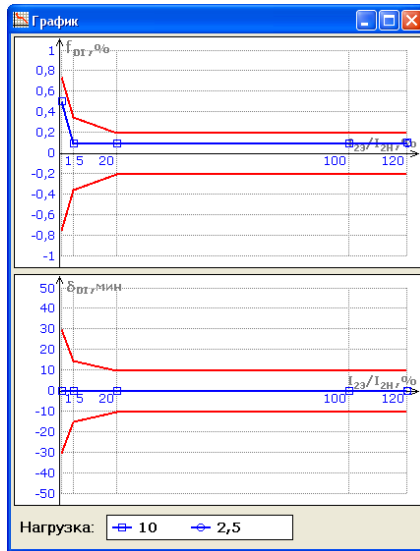

Рисунок 2.12
14) Отримані результати вимірювань можна переглянути у вигляді графіків (рисунок 2.12), для чого клацнути по кнопці "График" .